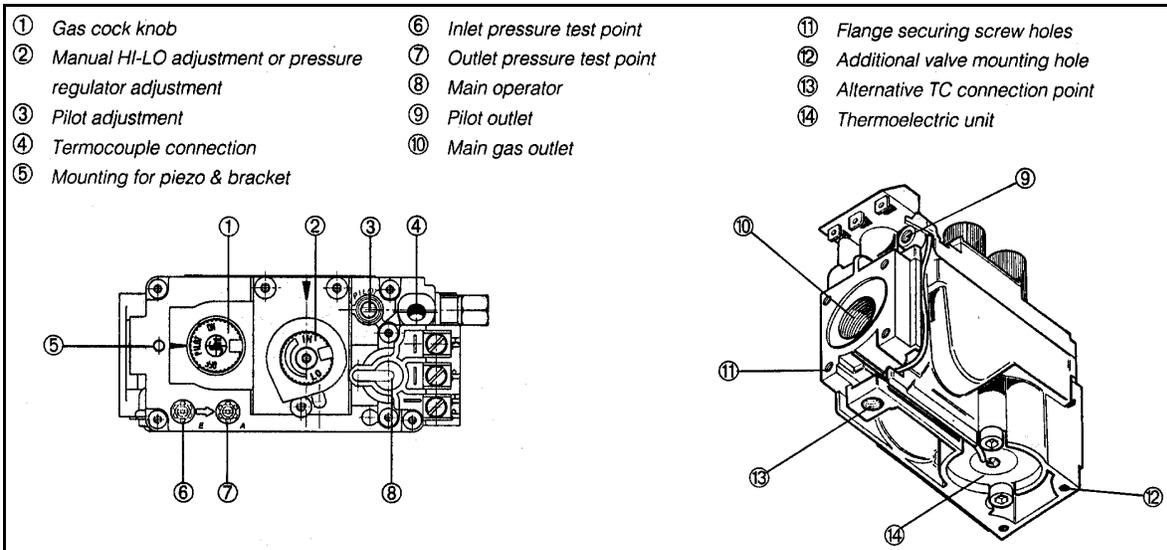
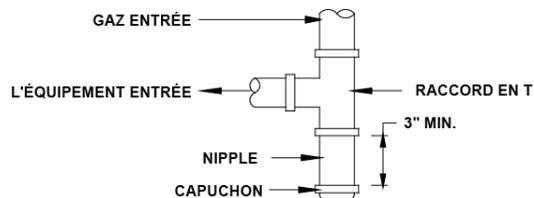

Figure 9: Valve de Contrôle du Gaz
Figure 10: Siphon du Sédiment Typique (exigé pour toutes les installations)
- Le code NFPA et Hearthstone exigent l'utilisation d'une trappe à sédiment dédiée en amont de l'appareil. Les dommages à la soupape ou aux autres composantes dus l'absence de la trappe à sédiment ne sont pas couverts par la garantie (voir Figure 10)
La pression d'alimentation en gaz et celle au niveau du collecteur doit être testée après le branchement de l'appareil afin de vérifier que la pression minimale requise dans les spécifications est atteinte en fonction du gaz utilisé (naturel ou propane). Utiliser un manomètre sur la ligne à gaz afin de vérifier la pression et l'ajuster si nécessaire pour être conforme au niveau d'alimentation de pression spécifié. Le robinet du collecteur de pression sur la valve de contrôle. Voir la Figure 9
La veilleuse est préréglée par le fabricant et ne devrait pas avoir besoin d'ajustement. Néanmoins vous devriez faire un contrôle visuel périodique de la veilleuse. La flamme de la veilleuse devrait être assez grande pour englober le thermopile et le thermocouple qui se trouvent à côté de la veilleuse, mais pas si grande pour créer du bruit excessif ou pour consommer du gaz excessif (*Consultez la Figure 10*). Si nécessaire, vous pouvez ajuster la veilleuse avec la vis d'ajustement de la veilleuse qui se trouve sur la valve de contrôle du gaz (*voyez la figure 9*). Ouvrez la porte de la valve pour accéder à la vis d'ajustement de la veilleuse. Notez que la flamme de la veilleuse doit englober la thermopile pour que la thermopile puisse produire une millitension suffisante (325 à 500 mV) pour alimenter la valve de contrôle du gaz. La flamme de la veilleuse devrait rassembler à *Figure 10*. Si la flamme de la veilleuse est trop petite ou mal orientée loin de la thermopile, il est possible que l'unité s'éteigne ou que le Luno devienne difficile ou impossible à manipuler par le thermostat mural ou par la commande à distance.